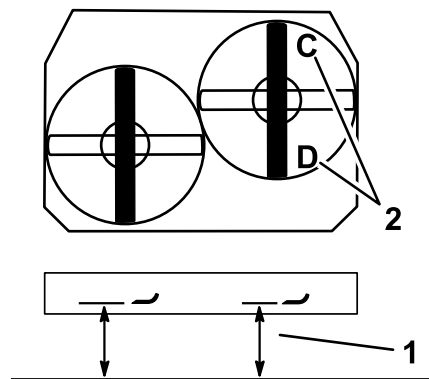

図 80
1. 右側のブレードを前後方向に向ける 図 80。
2. **C**位置で、平らな床面から右側のブレードの刃先までの高さを測り、測定値を記録する 図 80。
3. **D**位置で、平らな床面から右側ブレードの刃先までの高さを測り、測定値を記録する 図 80。
注 **C** 位置での刈り込みブレードの高さが、**D** 位置での高さよりも 6-10 mm 低ければ適正である 図 80。高さの差がこの範囲内には以下の手順で調整する。
2. 右側のブレードを前後方向に向ける 図 80。